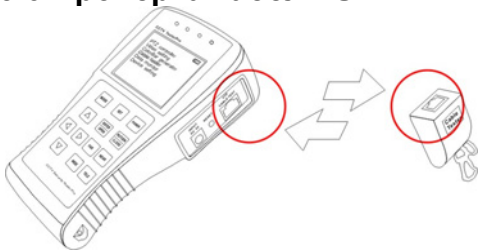

Рис. 3.8
1. Подключите к устройству кабель UTP как показано на рисунке (Рис. 3.8).